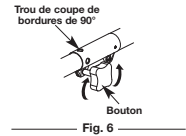

Fig. 6
1. Dévissez le bouton vers la gauche (Fig. 6).
3. Serrez le bouton en le tournant à droite (Fig. 6).
Pour couper les bordures à l'aide de la tête d'accessoire de coupe sur les modèle Rapid Link®, verrouillez le bouton de déclenchement de l'accessoire de coupe dans le trou de 90° (Fig. 6).